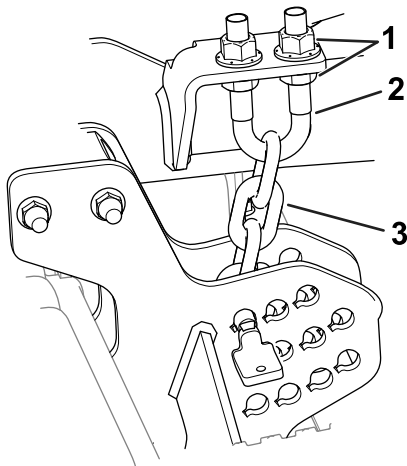

Figura 6
6. Desaperte as porcas de retenção na zona inferior da cavilha em U da correia da altura de corte (Figura 6).
7. Ajuste as porcas (Figura 6) para levantar ou baixar a traseira da unidade de corte para que as pontas das lâminas traseiras estejam 6 a 10 mm mais altas do que as pontas dianteiras.